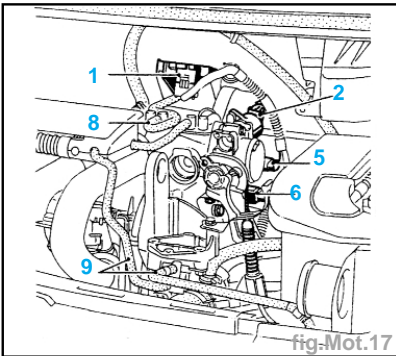
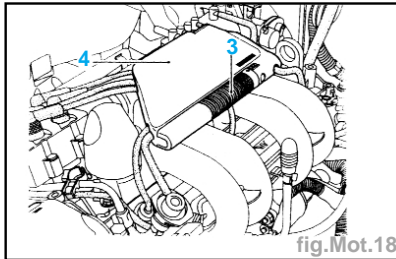

fig.Mot.17
fig.Mot.18
- Débrancher (fig. Mot.17) :
- du capteur de pression absolue (1),
- du moteur pas-à-pas de régulation de ralenti (2).
- du potentiomètre de position papillon (5),
- du capteur de température d'air (6),
- les tuyaux de prise de dépression (8) et de réaspiration des vapeurs d'essence (9) ainsi que le connecteur de l'électrovanne,
- les fils de bougie, en utilisant l'outil (3) intégré à la protection plastique (4) (fig. Mot.18).